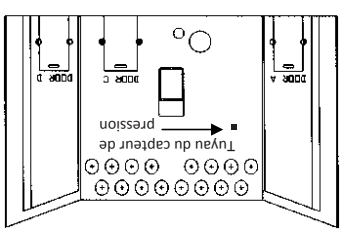

FIGURE 26
7. Chambres intérieures. Il y a trois portes pour les cendres dans la chambre de combustion dans le P241 qui peuvent être retirées pour un nettoyage périodique (cf figure 26). Ces portes permettent l'accès à l'enceinte qui entoure la chambre de combustion.